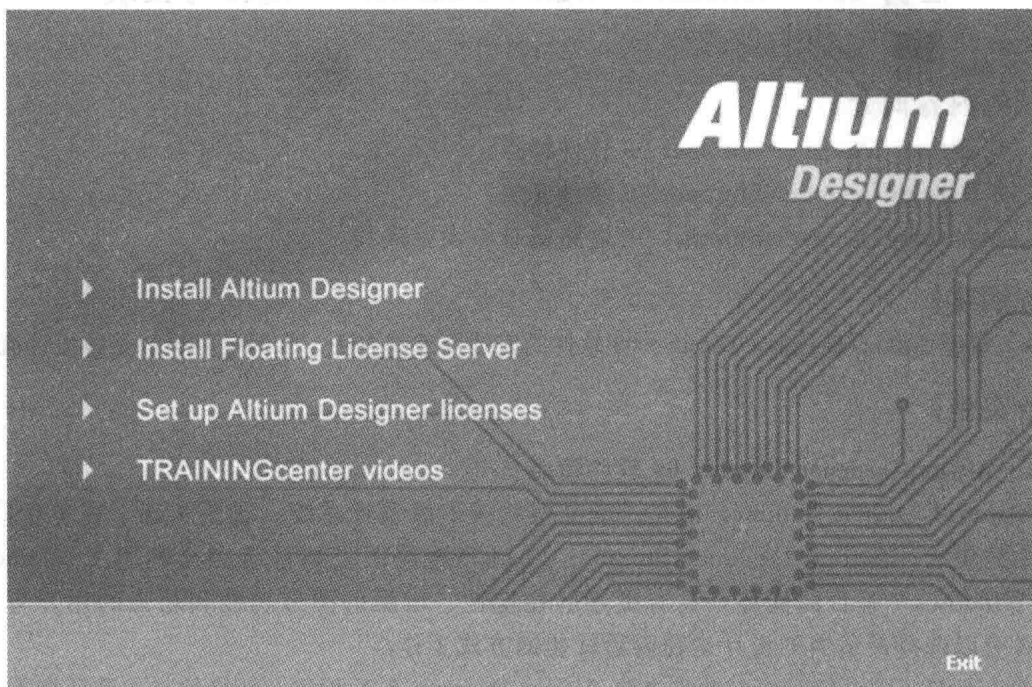

图 1.1 软件安装界面
(1) 进入 Altium Designer 文件夹，执行 autorun.exe 文件，只执行第 1 个选项，在显示器上出现如图 1.1 所示的安装界面。